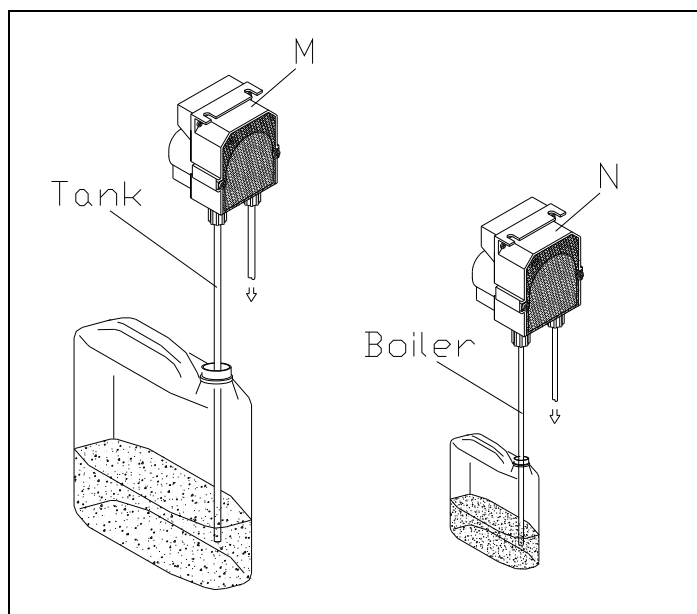

Fig. 3-4
- I dosatori di detersivo (M) (a richiesta) e brillantante (N) sono regolati dal costruttore. Nel caso si rendesse necessaria una diversa taratura agire sulla vite di regolazione degli stessi dosatori. I contenitori di detersivo e brillantante (se non in dotazione all'apparecchio) vanno posti presso la macchina ed il prelievo viene effettuato attraverso i tubi di raccolta trasparente (Tank per il detersivo e Boiler per il brillantante) situati nella parte posteriore dell'apparecchio (fig.3-4).
- The detergent dispenser (M) (optional) and rinse aid dispenser (N) are regulated by the manufacturer. If the setting needs to be changed, turn the regulating screw on the dispensers. The detergent and rinse aid containers (if not provided with the appliance) should be placed next to the machine and connected to the transparent pipes fitted to the back of the appliance (Tank for the detergent and Boiler for the rinse aid) (fig.3-4).
- Die Dosierer des Reinigungsmittels (M) (auf Anfrage) und des Glanzspülmittels (N) werden werkseitig eingestellt. Für andere Einstellungen die Stellschraube der Dosiervorrichtung regeln. Die Behälter für Reinigungsmittel und Glanzspülmittel ( wenn nicht mit dem Gerät mitgeliefert) müssen in unmittelbarer Nähe der Maschine stehen und die Entnahme erfolgt über die durchsichtigen Schläuche (Tank für das Reinigungsmittel und Boiler für Glanzspülmittel) an der Rückseite des Geräts (fig.3-4).
- Les doseurs du détergent (M) (sur demande) et du produit de rinçage (N) seront réglés par le constructeur. S'il vous fallait régler différemment, faire tourner la vis de réglage sur les doseurs mêmes. Les alvéoles à détergent et à produit de rinçage (si non fournies avec l'appareil) seront mises près de la machine et le prélèvement sera effectué par des tubes transparents (Tank pour le détergent et Boiler pour l'agent de brillantage) situés derrière l'appareil (fig.3-4).
- Los dosificadores de detersivo (M) (a pedido) y abrillantador (N) salen de la fábrica regulados por el Constructor. En el caso de que se necesitara una regulación distinta, usar el tornillo de dosificación de los propios dosificadores. Si los contenedores de detersivo y abrillantador no forman parte del equipamiento base, se deben colocar cerca de la máquina; el detersivo y el abrillantador se sacan a través de los tubos de toma transparentes (letero Tank para el detersivo y Boiler para el abrillantador) ubicados en la parte trasera del aparato (fig.3-4).